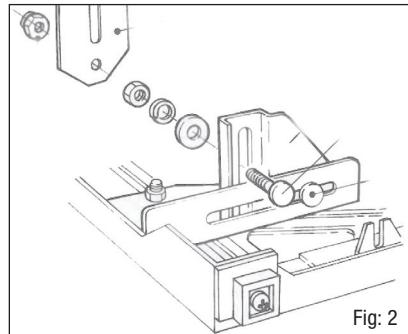

Fig: 2
NOTA : La Fig. 2 illustre la fixation de l'équerre, mais sa position précise est déterminée dans les étapes suivantes.
2. Sans trop serrer, montez l'ensemble de boulon de pivotement, composé d'un boulon carrossier de $\frac{1}{4}$ " x $\frac{3}{4}$ " (H), de la rondelle plate de $\frac{3}{4}$ " x $5/16$ " (M), d'une rondelle à ressort (K) et d'un écrou $\frac{1}{4}$ " (J), dans la rainure de l'équerre de montage de pivot (B), comme il est illustré dans la Fig. 2.
NOTA : N'installez pas encore la bride rainurée (C) et l'écrou auto-freiné (L) illustrés dans la Fig. 2.
5. Montez la bride rainurée (C) sur le boulon de pivotement, au moyen de l'écrou auto-freiné de $\frac{1}{4}$ " (L), comme le montre la Fig. 2. Serrez l'écrou de sorte que la bride soit bien fixée, tout en étant toujours en mesure de pivoter.